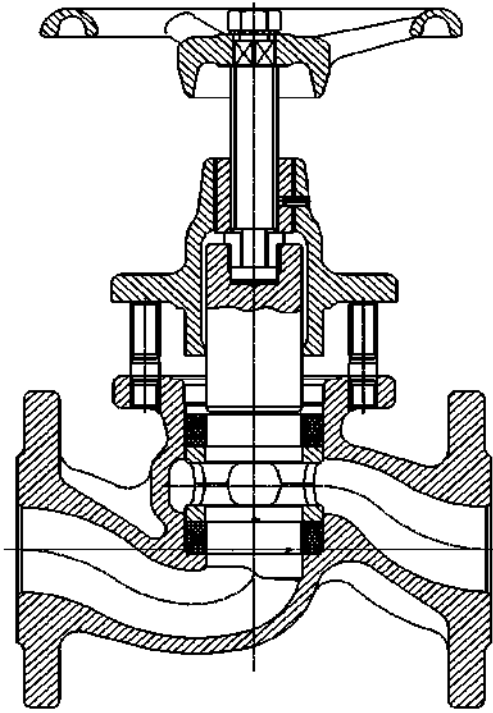

Рис. 1
Внимание: При закрытии клапанов такого типа проявляется эффект поршневого насоса. Это может привести к повышению давления на входе в случае установки клапана по предпочтительному направлению потока. При использовании с поршневыми насосами и невозвратными клапанами, поршневые клапаны должны соответственно устанавливаться в противоположном направлении (см. Рис. 1).
Так как рабочая жидкость несжимаема, работа клапанов может вызвать изменения давления в плотно закупоренных частях системы. Этот фактор следует учитывать особенно на стадии планирования, и его можно избежать путем выбора соответствующих положений установки (см. рис. 1).
- Слегка поверните крышку (поз. 2) до тех пор, пока фланец не ляжет на торец шпильки (поз. 12) и поверните маховик против часовой стрелки (направление открывания) до тех пор, пока поршень (поз. 7) полностью не высвободится из клапанной шайбы (поз. 9), (см. рис. 1)